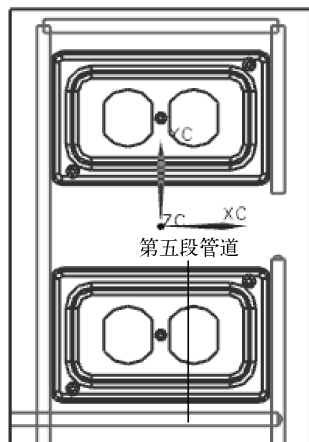

图 9-104 创建第五段管道
(11) 按照上述方法, 继续创建第五段管道, 如图 9-104 所示。